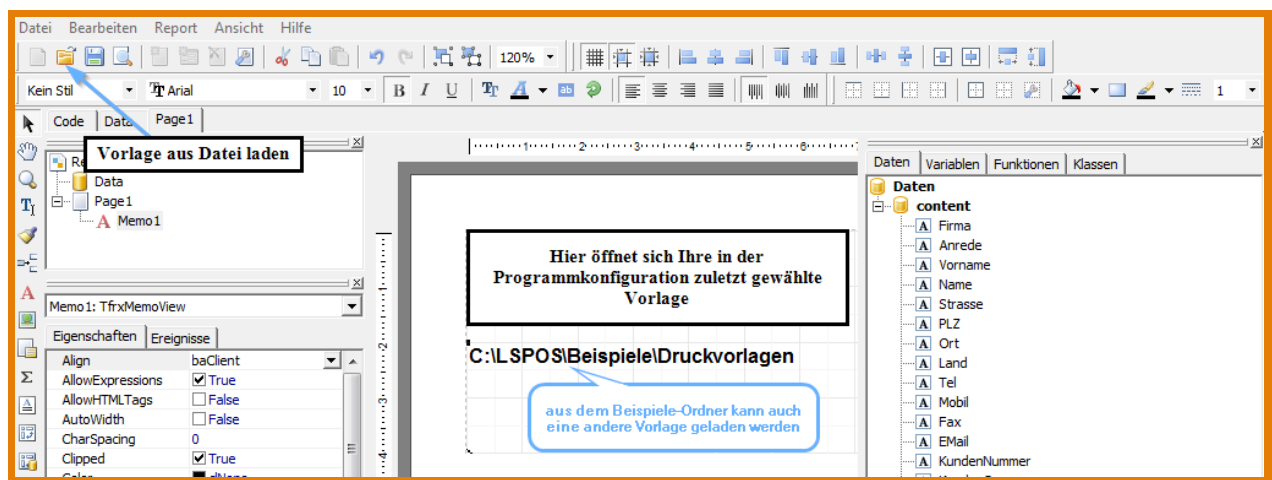

Abbildung 11.10: Kundenkartendrucker Vorlage bearbeiten
- Klicken Sie zum Laden der Vorlage auf das **Ordner-öffnen-Symbol**  und gehen Sie zu dem Pfad unter dem die Vorlagen abgelegt sind. Wählen Sie hier eine Vorlage aus (Abbildung 11.10) und bestätigen Sie mit **Öffnen**